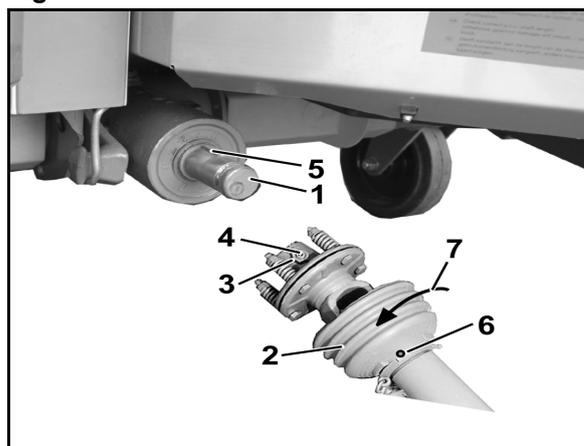

Fig. 25
2. Pulire l'albero primario del cambio (Fig. 25/1).
4. Svitare la vite di arresto (Fig. 25/6).
5. Ruotare la tramoggia di protezione (Fig. 25/2) nella posizione di montaggio (Fig. 25/7).
7. Staccare il controdado (Fig. 25/3) nella forcella di collegamento dalla frizione di sicurezza (finché il perno filettato non sporga sopra il controdado), svitare il perno filettato esagonale (Fig. 25/4) e verificare se sia possibile inserire agevolmente la forcella di collegamento sull'albero di trasmissione.
Assicurarsi che la chiavetta piana sia del tutto coperta (Fig. 25/5)!
9. Fissare l'albero cardanico in modo da evitarne spostamenti assiali. A tal fine serrare con una chiave a tubo esagonale il perno filettato e bloccare con controdado (Fig. 25/3).
2. Svitare il controdado (Fig. 25/3) nella forcella di collegamento dalla frizione di sicurezza. Svitare il perno filettato (Fig. 25/4).